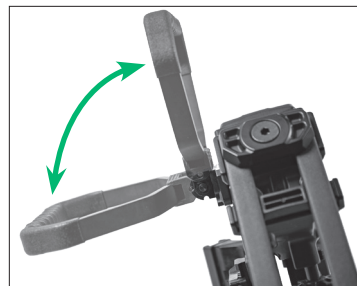

FIGURE 12
3. Faire tourner l'étrier pliable en position rabaisée ou en position entièrement dissimulée (Fig. 12).